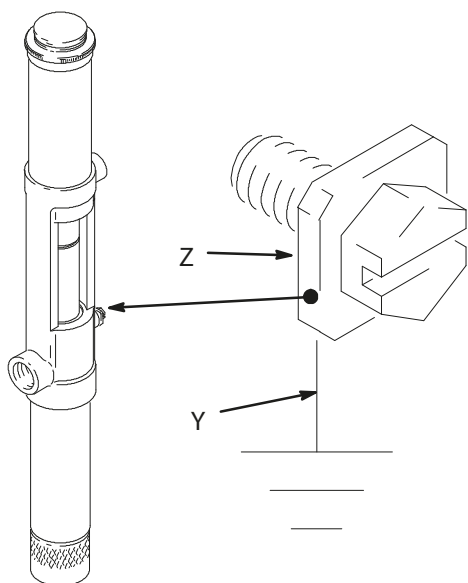

Abb. 2
- *Pumpe*: Erdungskabel und Klammer wie in Abb. 2 dargestellt verwenden.